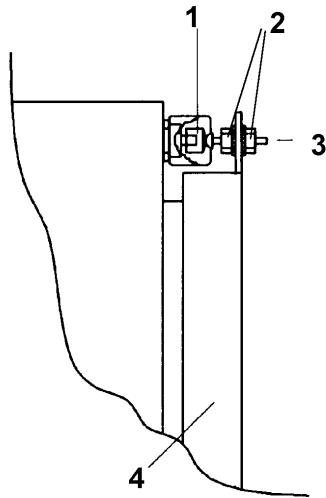

Bild 3: Türsicherheitsschaltung
<p>(4) Funktionstest ohne Strahlmittel (eventuell Transportbeschädigung).</p>	<ul style="list-style-type: none"> – Tür schließen. – Einschalten der Elektrik (grüner Taster). Beleuchtung muss einschalten und der Lüftermotor anlaufen. – Kontrolle, ob Motor in Pfeilrichtung dreht. Falls dies nicht der Fall ist, ist das Versorgernetz falsch gepolt. Umpolung durch zugelassenen Elektriker vornehmen lassen. – Ist die Elektrik eingeschaltet (grüner Taster), muss in regelmäßigen Abständen (Intervallzeit 40s) ein kurzer Luftschlag des Abreinigungsimpulses zu hören sein. – Strahldüse durch Handschuhe in die Hand nehmen und Fußpedal niedertreten. Dabei muss der Strahlprozess beginnen. – Bei niedergetretenem Fußpedal öffnet eine 2. Person die Tür. Dabei muss der Strahlvorgang automatisch unterbrochen werden (Einstellung Türkontakt siehe Bild 3). – Der Strahlvorgang muss durch das Drücken des Not-Aus Schalters unterbrochen werden. – Wenn bei dieser Kontrolle keine Unregelmäßigkeiten festgestellt wurden, kann die Kabine mit Strahlmittel getestet werden. Ansonsten sind die Fehler nach Abschnitt 6 zu analysieren.